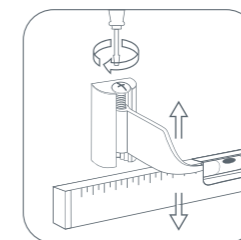

рис. 4
**!** *Для того, чтобы идеально ровно смонтировать радиатор на стену, используйте оригинальные регулируемые кронштейны Royal Thermo (рис. 4).*